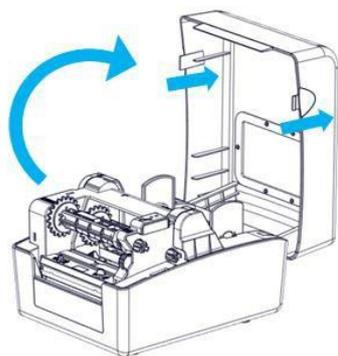

Рис. 2.2.1
- 1) Нажмите рычаг открытия крышки обеими руками и потяните верхнюю крышку в направлении вверх, чтобы открыть ее (см. рис. 2.2.1).